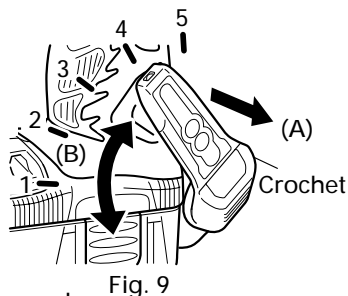

Fig. 9
- Tirer le crochet vers soi dans le sens de la flèche (A), et le tourner dans le sens de la flèche (B). (Fig. 9)